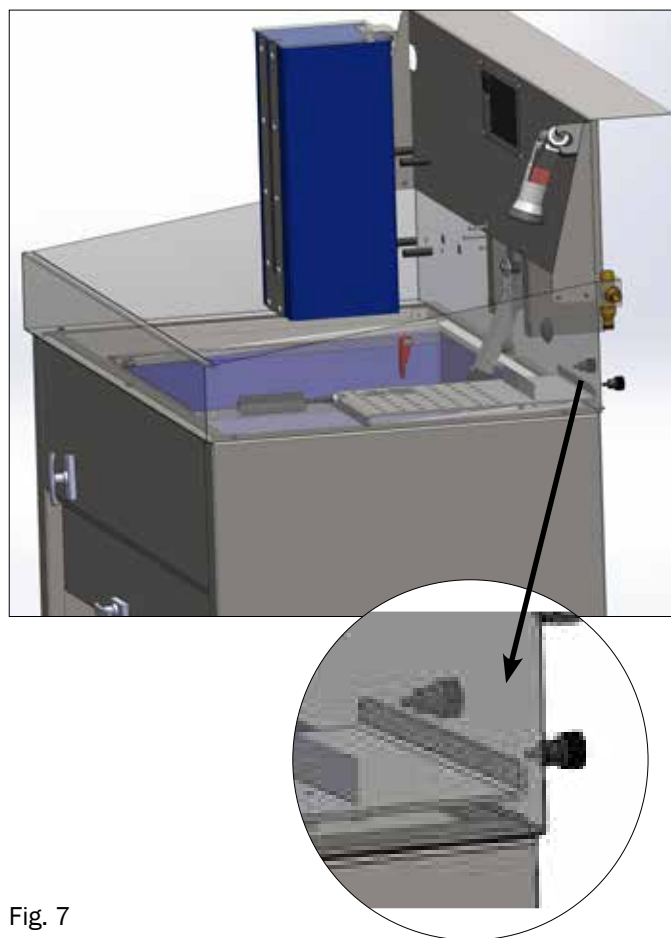

Fig. 7
- Posizionare la stazione con i fori sul lato posteriore destro del vasca e fissarla dal retro dell'impianto con le due viti zigrinate (8) Fig. 7.